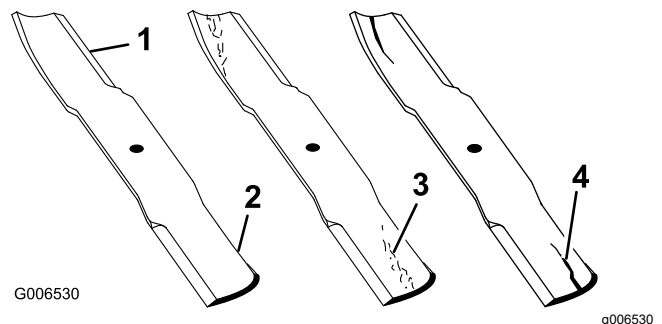

Bild 144
2. Prüfen Sie die Schnittkanten des Messers sorgfältig, insbesondere dort, wo die geraden Flächen die gebogenen berühren, siehe Bild 144.
Hinweis: Da Sand und anderes reibendes Material das Metall abschleifen kann, das die flachen und die gebogenen Teile verbindet, müssen Sie das Messer vor jedem Einsatz des Rasenmähers prüfen. Wenn Sie Abnutzungen feststellen, sollten Sie das Messer auswechseln (Bild 144).